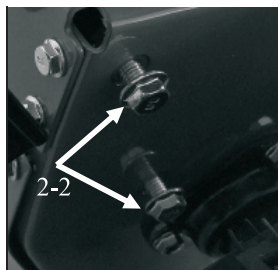

Bild 2A
1. Ta bort tillfälliga fyra monteringsbultar (2-2) på båda sidor om växellådan innan du monterar det nedre handtaget. (Bild 2A)